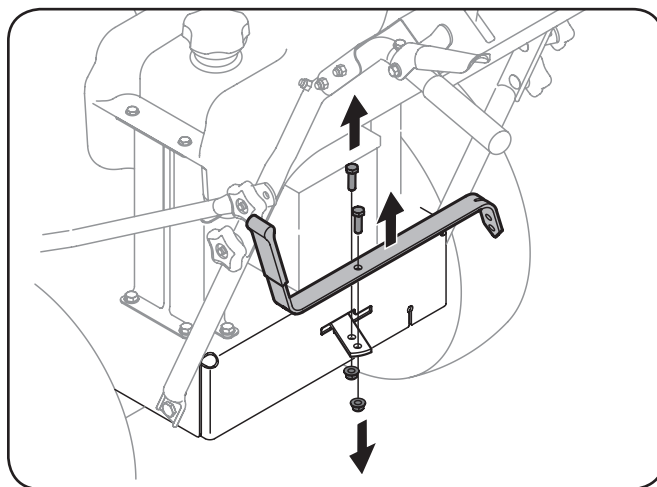

Figura 3-5
1. Extraiga el tornillo y la tuerca de seguridad que sujetan la palanca de cambios a la placa de la palanca de cambios. Vea Figura 3-5.
2. Extraiga el tornillo y la tuerca restantes de la placa de la palanca de cambios inferior. Vea Figura 3-5.